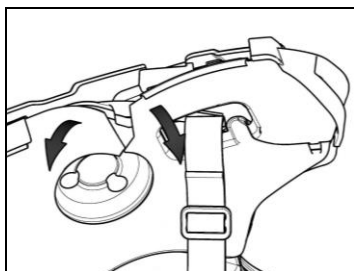

Fig. 10
- Extraer la protección plástica de la almohadilla (Fig. 10).